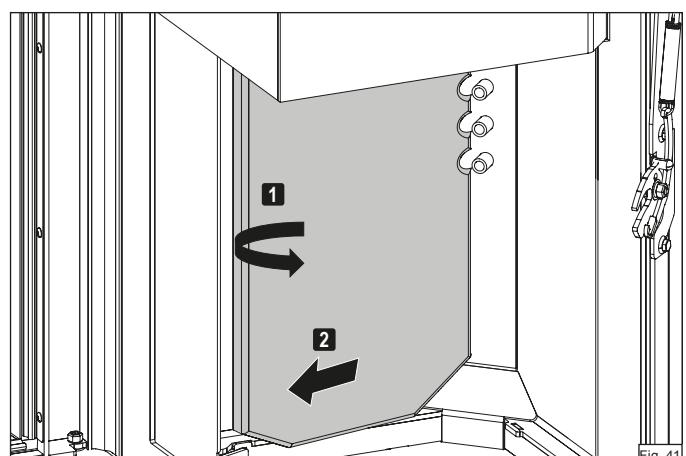

Fig. 41
- Tournez la pierre thermique de gauche **1** et retirez-la du foyer **2** (Fig. 41).